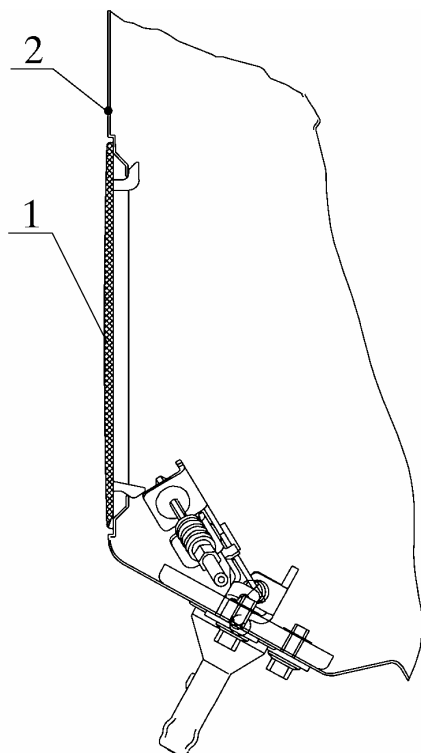

Рис. 3. Снятие заглушки внутренней панели крышки багажника:
3.2. Снять заглушку 1 (рис. 3) с внутренней панели 2 крышки багажника